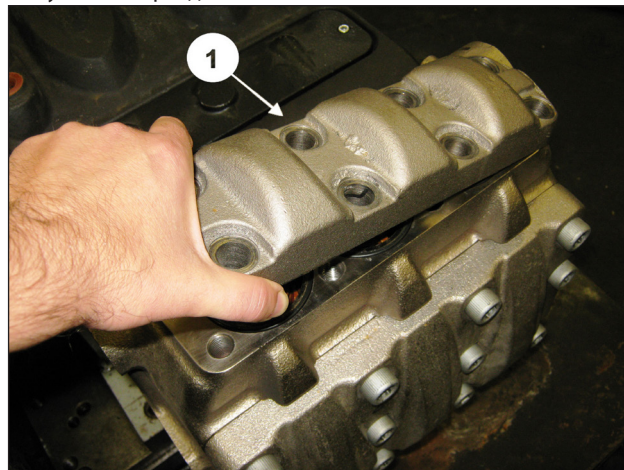
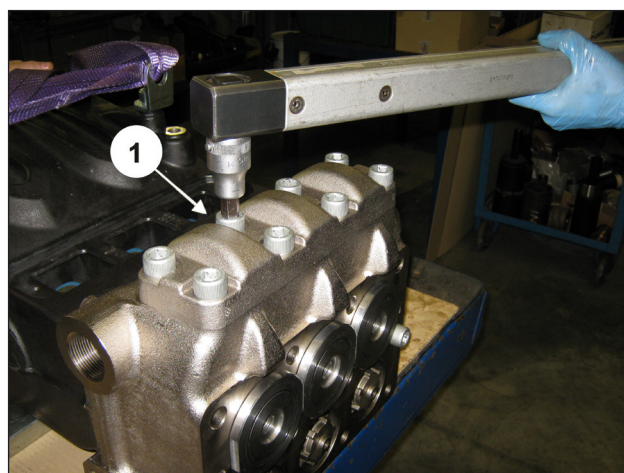

Рис. 147
Рис. 148
После завершения сборки групп нагнетательных клапанов установите крышку нагнетательных клапанов (поз. ①, Рис. 147) и затяните 8 винтов M16x45 (поз. ①, Рис. 148), как указано в разделе 3 "МОМЕНТЫ ЗАТЯЖКИ ВИНТОВ".